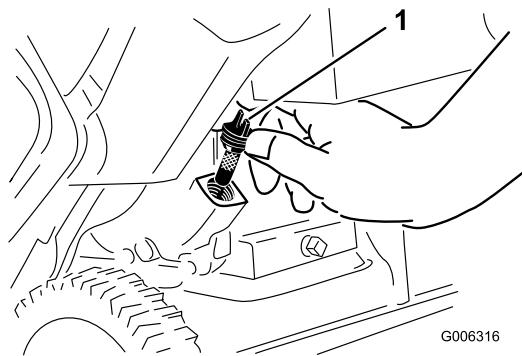

Figure 30
- 7. Dévissez et retirez le bouchon de remplissage (Figure 30).
- 6. Nettoyez la surface autour du bouchon de remplissage (Figure 30).